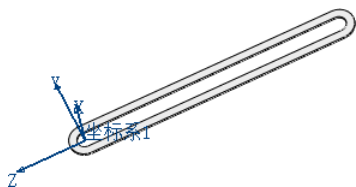

图 6-75 生成坐标系
- 04 单击【坐标系】对话框中的 【确定】按钮，完成创建坐标系，如图 6-75 所示。